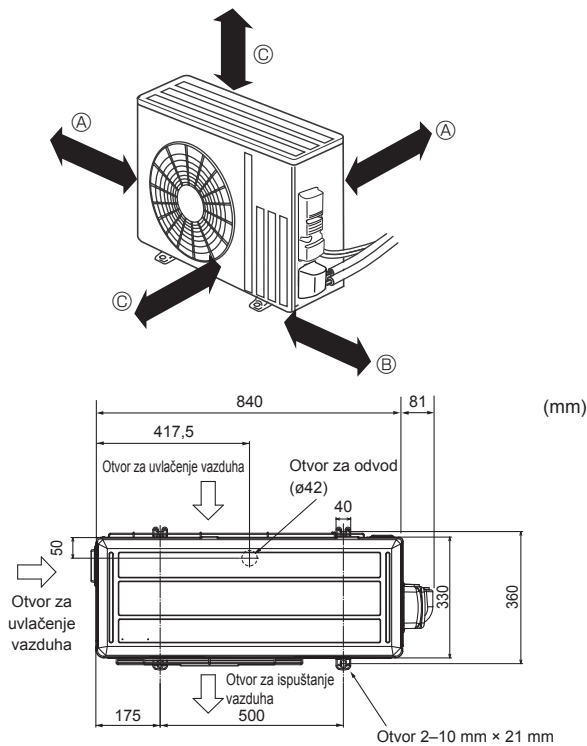

Fig. 3-1
3.1. Spoljna jedinica (Fig. 3-1)